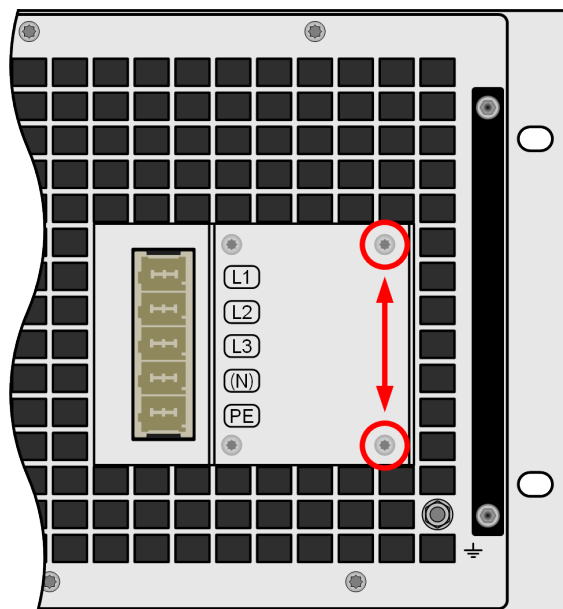

Figure 11 - Emplacement de montage de la bride
1. Desserrez les deux vis à droite du filtre AC, comme indiqué en *Figure 11*.